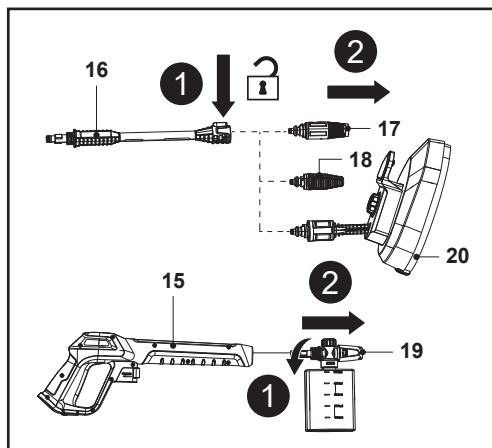

Fig. 17
1. Déconnecter la buse (17/18/20) de la lance télescopique (16) ou déconnecter la buse pour flacon de détergent (19) du pistolet de pulvérisation (15) (Fig. 17).